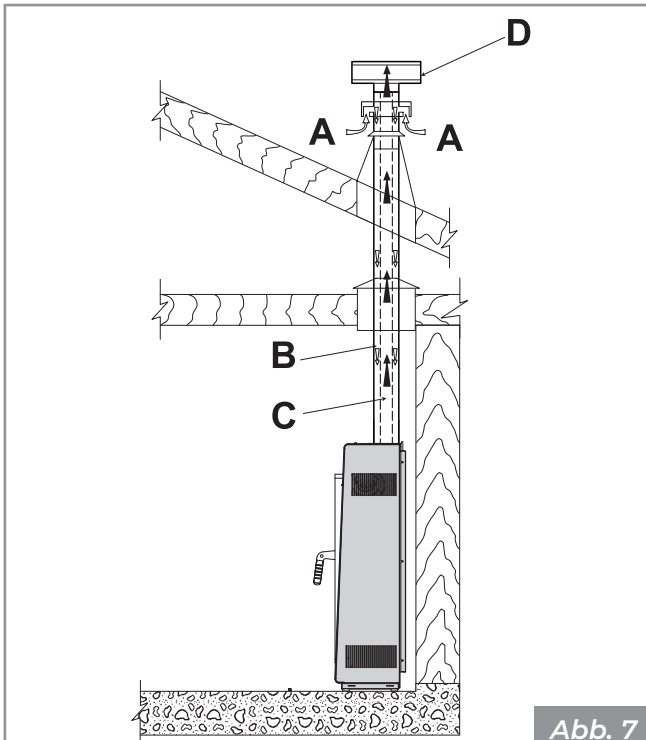
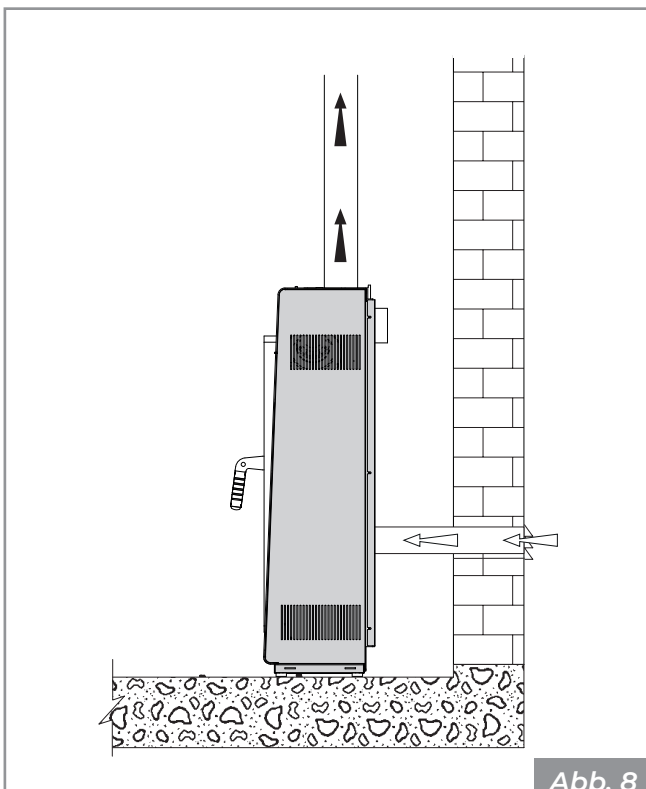

Abb. 7
Abb. 8
- direkt von außen mit direktem Anschluss an die Brennkammer kommen (Abb. 7 - Abb. 8).
- die Verbrennungsluft mit Hilfe eines koaxialen Auspuffrohrs für die Abführung der Abgase und den Lufteinlass zu leiten (**Abb. 7 - A, B = Lufteintritt, C, D = Rauchgasaustritt**); daher ist es nicht notwendig, einen klassischen Lufteintritt in den Raum vorzunehmen;
- den Verbrennungslufteinlass des Geräts mit einem geeigneten Kanal an den Lufteinlass anschließen (**Abb. 8**).